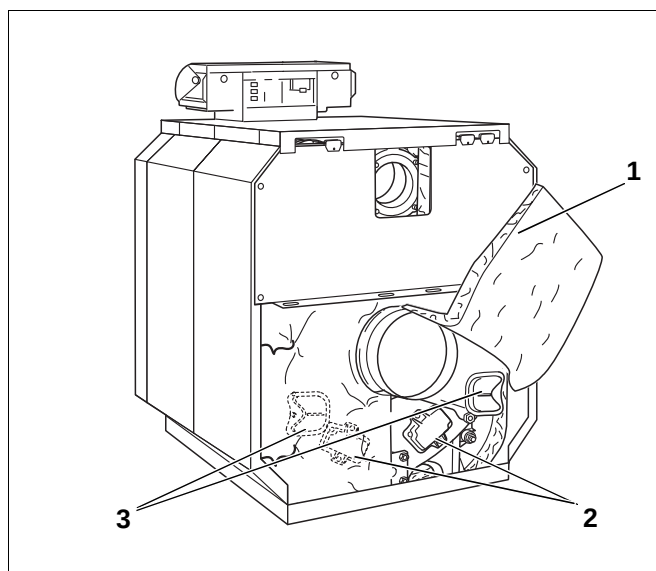

Fig. 67 Demontasje – rengjøringsdeksler
- Løsne spennfjæren under røykgassstussen, slå opp de to flikene til isolasjonen og fest dem ved hjelp av spennfjæren (fig. 67, **pos. 1**).
- Fjern rengjøringsdekslene på bakelementet (fig. 67, **pos. 2**) og røykgassamleren (fig. 67, **pos. 3**).